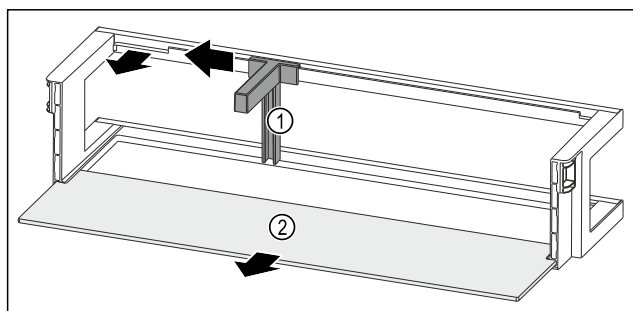

Fig. 276 Рафт на врата с преграда за бутилки и рафт
- Плъзнете преградата за бутилки Fig. 276 (1) настрани до прореза.
- Свалете преградата за бутилки Fig. 276 (1).
- Свалете рафта Fig. 276 (2).